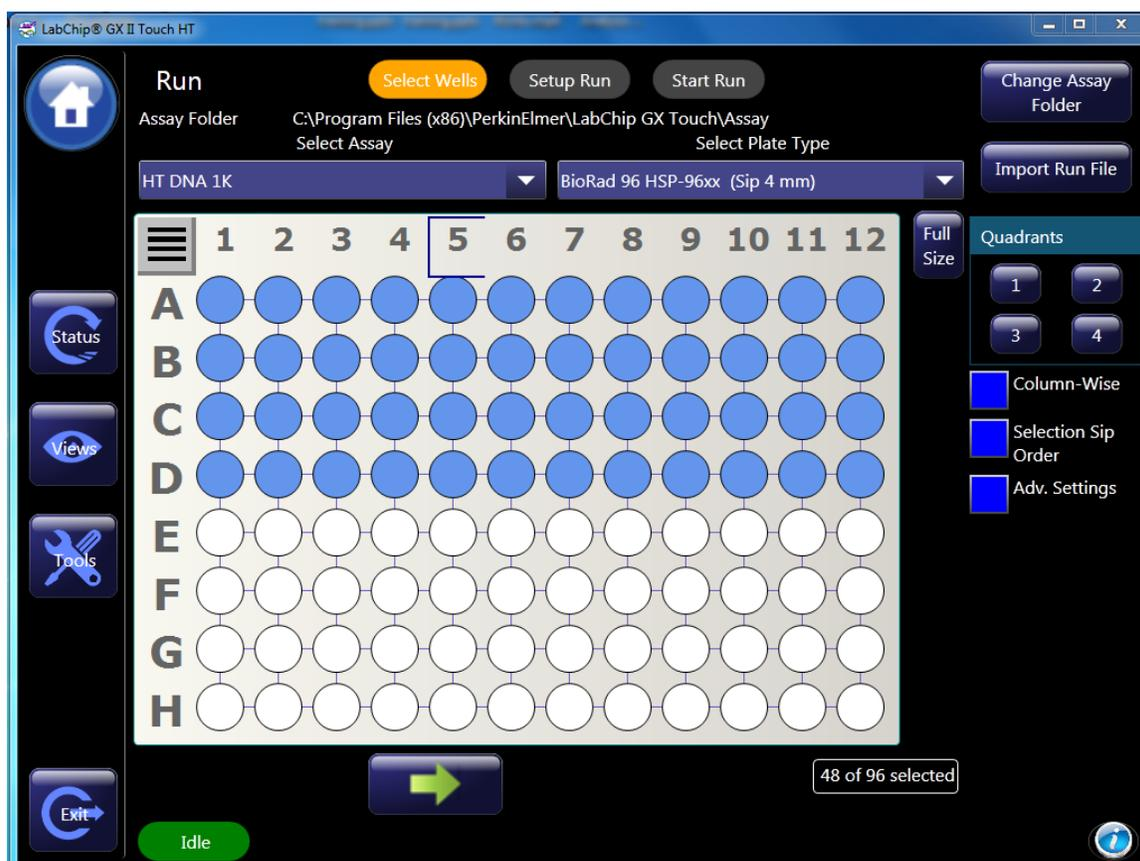

图 3 Selecting wells
2. 选择合适的 assay type, plate name, well pattern, 以及按列或者按行读取样品。在 “Adv. Settings” 选项下选择每孔进样的次数。点击绿色箭头按钮选择下一步。(图 3)